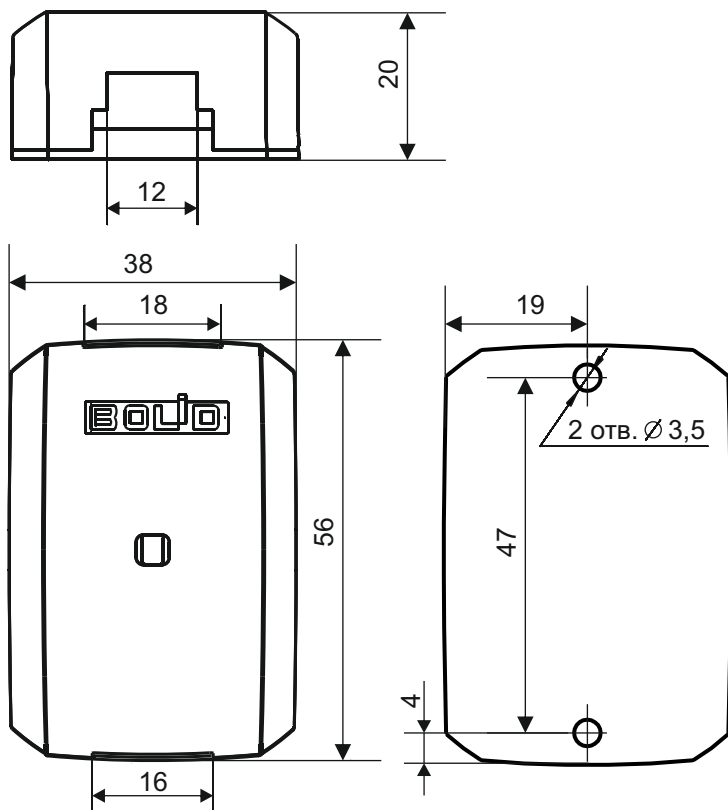

Рисунок 1. Габаритные и установочные размеры «С2000-USB»
- 3.3 Приложите к стене шаблон для монтажа (рис. 1) и просверлите отверстия.